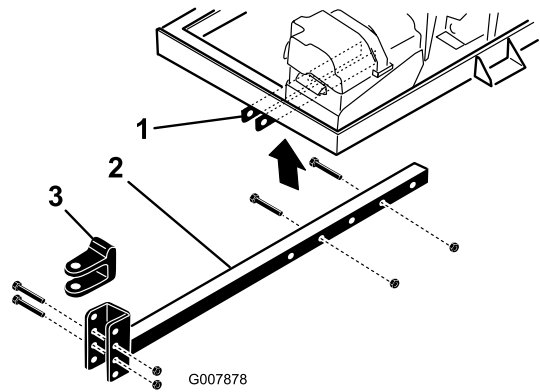

Figura 4
4. Sujete la barra del enganche a los soportes del bastidor (Figura 4) con 2 pernos ($\frac{3}{8}$ " x 3") y 2 tuercas con arandela prensada ($\frac{3}{8}$ ").
3. Introduzca la barra del enganche en los soportes del bastidor (Figura 4).